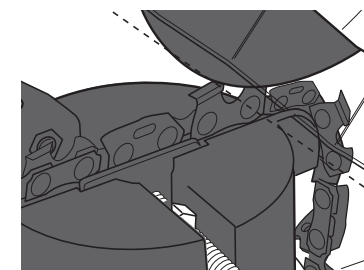

Fig. 6
- > Pressione a caixa do motor (4) pela respetiva pega (2) para verificar se o disco de desbaste (15) corresponde ao ângulo da corrente de serra (Fig. 6).